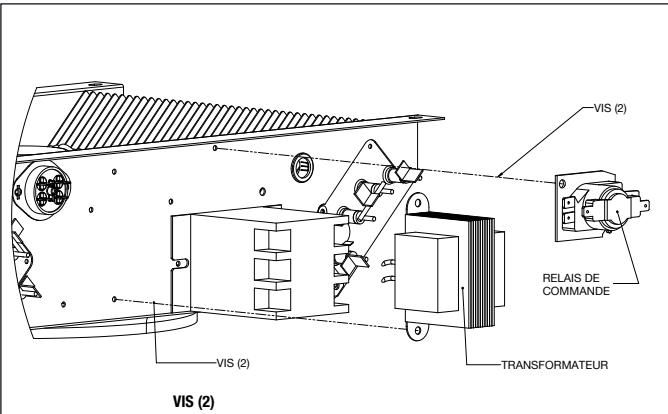

Figure 7
- Pour câbler le relais, voir le schéma de câblage, figure 7, et effectuer ce qui suit :
- Installez le transformateur et le relais (FIR-TR4-Z OR FIR-TR7-Z) tel qu'indiqué à figure 7.